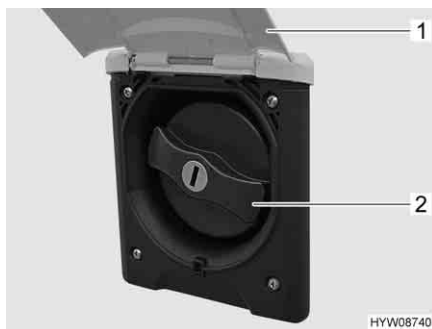

Fig. 99 Coperchio (bocchettone di riempimento dell'acqua potabile)
- Sollevare lo sportello esterno (Fig. 99,1).
- Ruotare il coperchio blu (Fig. 99,2) di un quarto di giro.